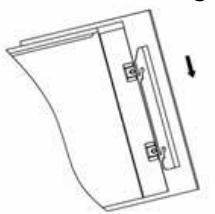

Fig. 6
- Anbring forsiden af glasrammen over forsiden af ilden, og juster spalterne i beslagene på hver side af glaspanelet med ørerne på siderne af ilden – se fig.6.